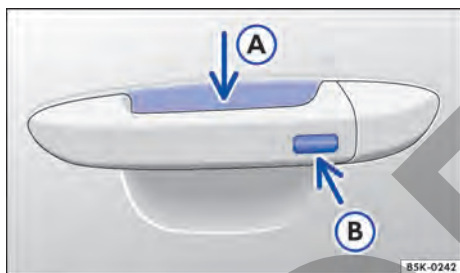

Fig. 53 Keyless Access: superficies del sensor.
- Tocar el sensor → fig. 53 (A) en la parte interna de la manija de la puerta del conductor o de la puerta del acompañante delantero.
- Tocar la superficie del sensor → fig. 53 (B) en la parte externa de la manija de la puerta del conductor o de la puerta del acompañante delantero *una vez*.
- Además, dentro de 5 segundos, toque una vez en el sensor en el exterior de la manija de la puerta → fig. 53 (B).
Para la **apertura de confort** de todos los vidrios eléctricos y del techo solar, empujar la manija de la puerta y mantener presionados, al mismo tiempo, el sensor de la parte interna de la manija → fig. 53 (A) y la superficie del sensor (B).
Para el **cierre de confort** de todos los vidrios eléctricos y del techo solar, mantenga un dedo durante unos segundos sobre la superficie del sensor → fig. 53 (B) del lado exterior de la manija de la puerta del conductor o del acompañante delantero.
Un fuerte chorro de agua o de vapor puede activar las superficies de los sensores en las manillas si, al mismo tiempo, una llave del vehículo válida está en el área de aproximación. Si al menos un vidrio está abierto y la superficie del sensor → fig. 53 B en una manilla de la puerta se activa permanentemente, todos los vidrios se cerrarán. Si el chorro de agua o de vapor se aleja brevemente de la superficie del sensor → fig. 53 A de una manilla de la puerta y se vuelve a dirigir hacia ella, posiblemente todos los vidrios se abrirán.